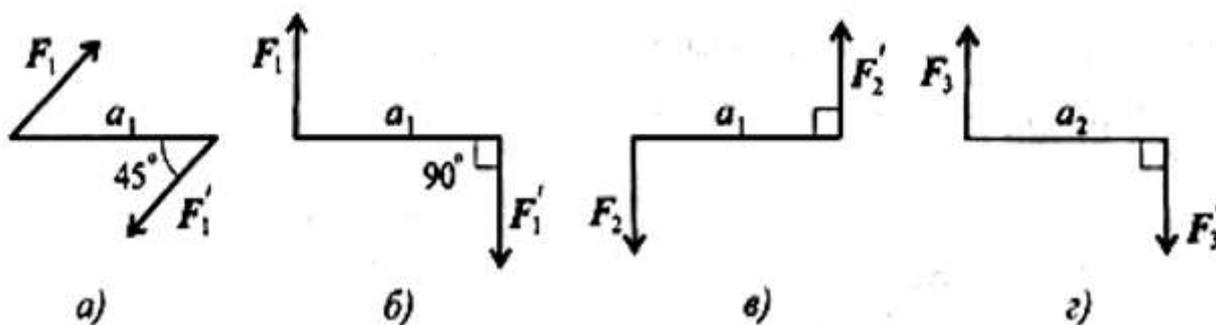

Рисунок 3 – К вопросу 3
3. Какие из изображенных пар (рисунок 3) эквивалентны, если  $F_1 = F_2 = 8 \text{ кН}$ ;  $F_3 = 6,4 \text{ кН}$ ;  $a_1 = 2 \text{ м}$ ;  $a_2 = 2,5 \text{ м}$ ?